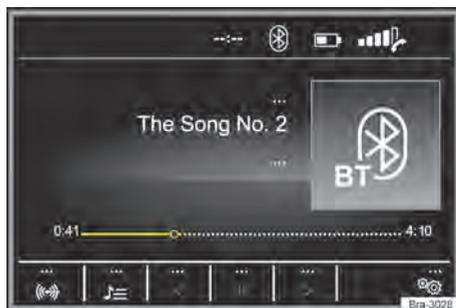
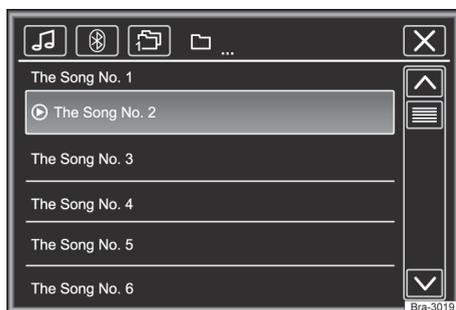

Fig. 141 Menu principal de mídia.
Fig. 142 Operação do rádio: lista de estações.
- Pressionar o botão **MEDIA** para abrir o menu principal **MEDIA** → Fig. 141.
As fontes de mídia que são reproduzidas atualmente são exibidas na superfície de função na parte inferior esquerda → Fig. 141.
Legenda da → Fig. 141 e → Fig. 142: